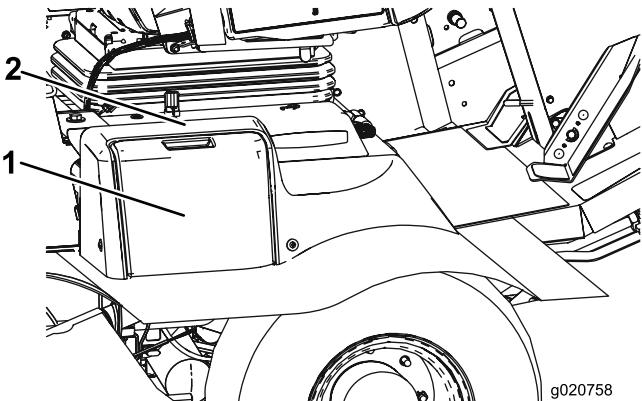

Figura 51
1. Abra a cobertura da bateria no lado do resguardo (Figura 51).
Nota: Pressione a superfície plana por cima da cobertura da bateria para facilitar a remoção da cobertura (Figura 51).